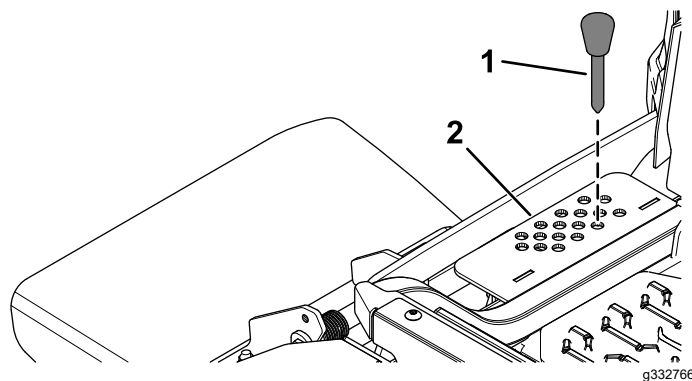

Figura 31
2. Seleccione el taladro del soporte de altura de corte que corresponde a la altura de corte deseada, e inserte el pasador (Figura 31).